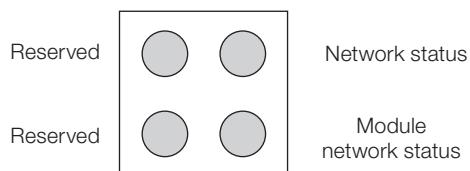

Figura 13.9: LEDs para indicação de status da rede DeviceNet
O cartão eletrônico também possui outros quatro "LEDs" bicolores agrupados no canto inferior direito sinalizando o status do Fieldbus de acordo com a Figura 13.9 na página 13-7 e Tabela 13.5 na página 13-7 a seguir.
- O cartão de comunicação que acompanha o produto foi desenvolvido pela empresa HMS Industrial Networks AB. Portanto, no software de configuração da rede o produto não será reconhecido como inversor de frequência MVW-01 e sim como "AnyBus-S DeviceNet" na categoria "Communications Adapter". A diferenciação será feita utilizando-se o endereço do equipamento na rede de acordo com a Figura 13.9 na página 13-7 e a Tabela 13.5 na página 13-7.